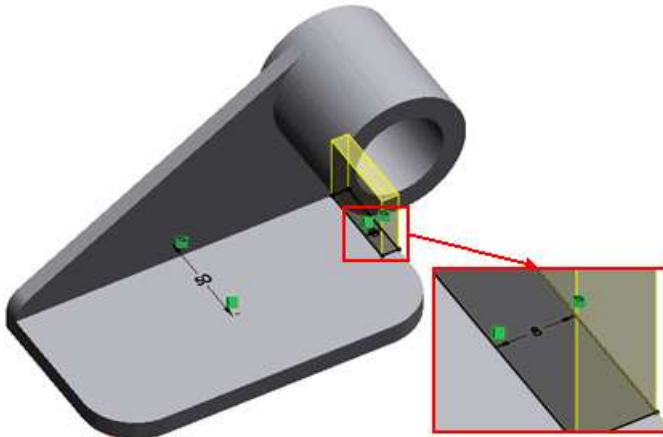

Рисунок 2.13 – Зміна ширини фланця
- Двічі натисніть на розмір 8 в графічному вікні. Він називається «D1@Sketch4» (рис. 2.13).